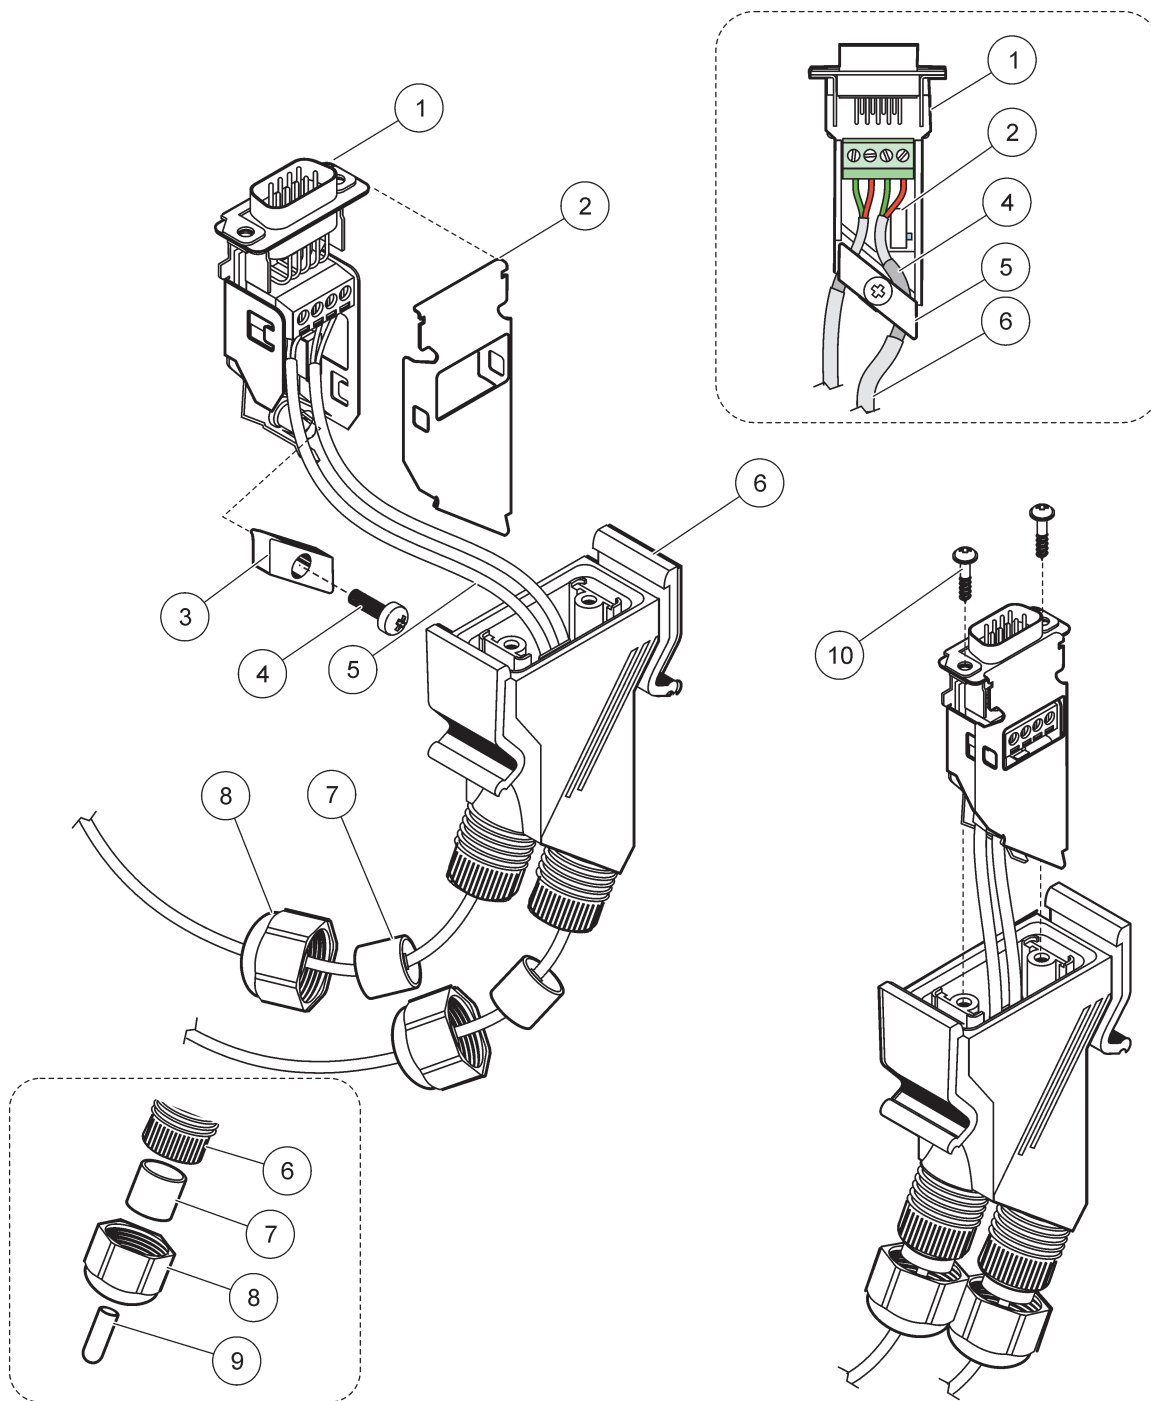

Рисунок 31 Сборка сетевого разъема SC1000
2. Пропустите кабель через накладную гайку, резиновый уплотнитель и кожух разъема (Рисунок 31).
**Примечание:** При использовании разъема с последним модулем в сетевом сегменте, одна накидная гайка не используется. Закройте накидную гайку специальной заглушкой, входящей в комплектацию. См. Рисунок 31.
2 Используйте эту заглушку, если не используется зажимная муфта для проводов, см. врезку на Рисунок 31